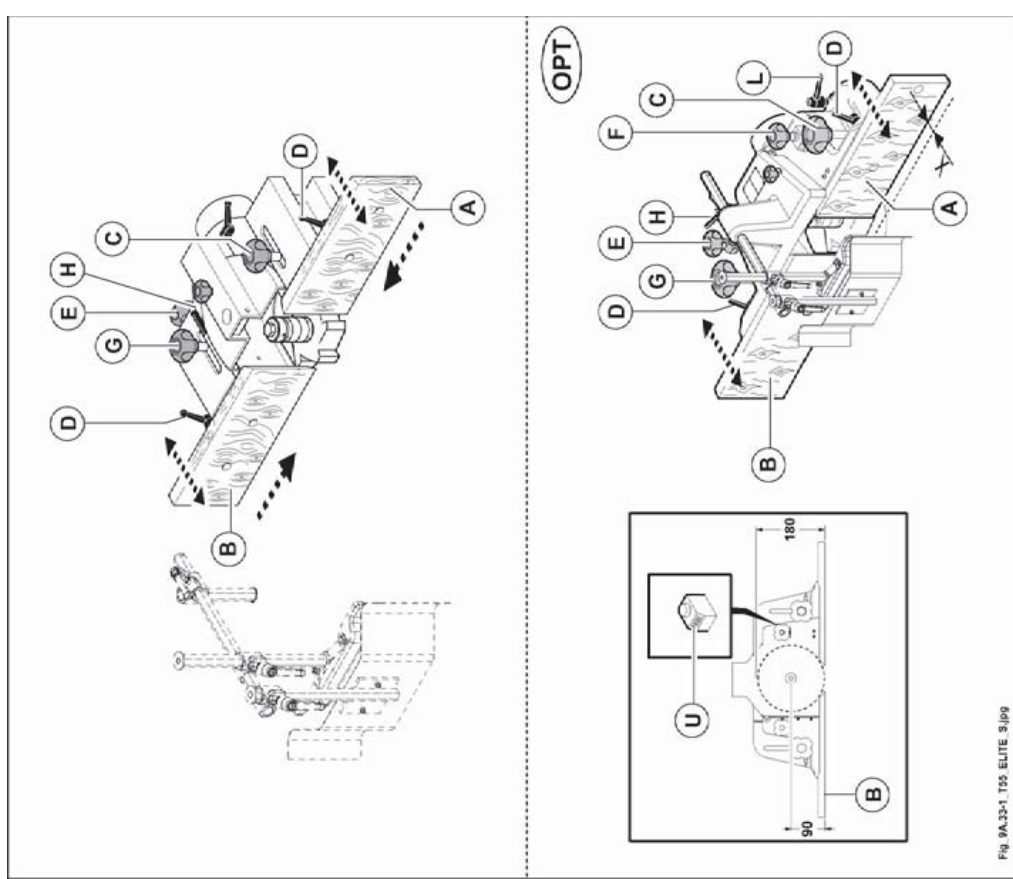

Abb. 9.33-1
Gleichzeitige Einstellung der Führungen A und B (Abb. 9.33-1).
- Die Führung (A Abb. 9.33-1) mit dem Knauf (E Abb. 9.33-1) einstellen, nachdem der Knauf (C Abb. 9.33-1) gelöst worden ist.
- Die Führung (B Abb. 9.33-1) mit dem Knauf (E Abb. 9.33-1) einstellen, nachdem der Knauf (G Abb. 9.33-1) gelöst worden ist.
- Anschlaglineale (A und B Abb.9.33-1) sollen möglichst nahe dem Werkzeug (rund 2-3 mm) sein. Die Durchführung dieser Einstellung erfolgt durch die zwei Griffe (D Abb.9.33-1) hinter den betreffenden Anschlaglinealen.
Die Verschiebung zwischen den beiden Tischen auf der Anzeige (H Abb. 9.33-1) einstellen. Wenn die Anzeige auf "0" steht, sind die beiden Führungen miteinander ausgerichtet.*
- Nach der Einstellung die Knäufe C und G (Abb. 9.33-1) anziehen.
- Der Hebel H und der Knauf E müssen festgestellt sein (Abb. 9.33-1).
- Die Knöpfe G und C und den Hebel L lösen (Abb. 9.33-1).
- Die Führungen mit dem Knauf F einstellen (Abb. 9.33-1).
Der an der Anzeige (U Abb. 9.33-1) angezeigte Wert entspricht dem Abstand der Fräswellenachse zur Tafel (B Abb. 9.33-1). Liegt das Werkzeug an der Tafel (B Abb. 9.33-1) plan an, stimmt dieses Maß mit seinem Radius überein.*
- Nach ausgeführter Einstellung die Knöpfe C und G sowie den Hebel L wieder festziehen (Abb. 9.33-1).